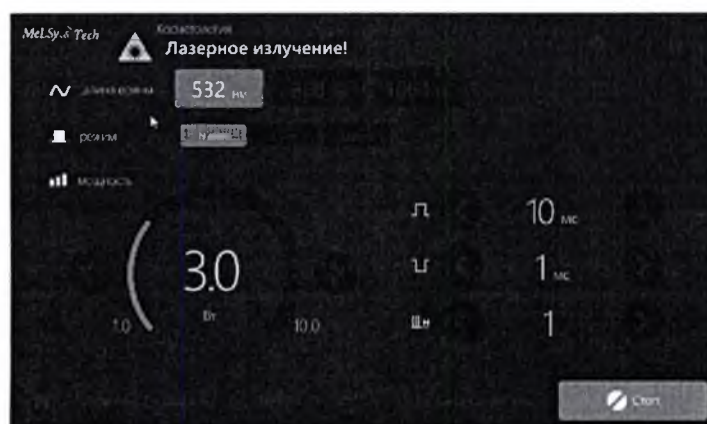

Рис. 5.41 – Статус прибора «Лазерное излучение»
5.10.5 Для того, чтобы включить генерацию нажмите педаль (Прибор должен находиться в активном режиме). После нажатия на педаль в верхней части экрана значок  сменится на  (рис. 5.41).